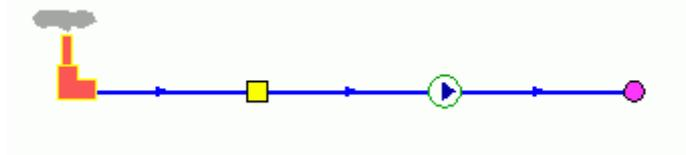

Рисунок 5.9. Ввод оставшихся элементов
13. Аналогичным образом соединить оставшиеся элементы, смотрите Рисунок 5.9. «Ввод оставшихся элементов».